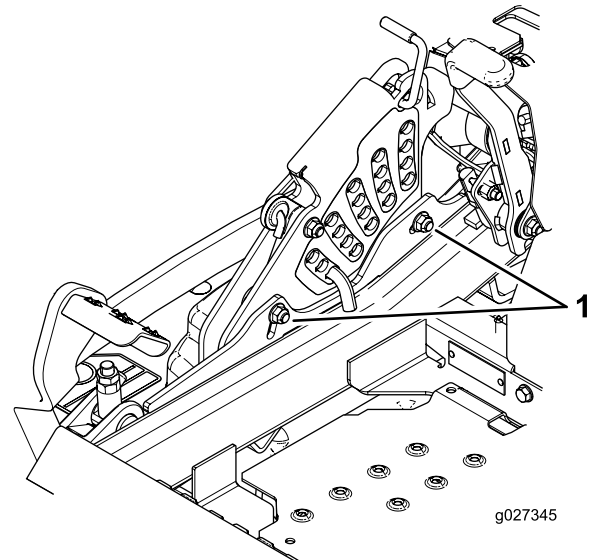

Bild 90
12. Zum Einstellen der zentralen Einstellung lösen Sie die zwei Schrauben unten an der Schnitthöhenplatte. Siehe Bild 90.
14. Ziehen Sie die zwei Schrauben unten an der Schnitthöhenplatte an (Bild 90). Ziehen Sie sie auf 37-45 N-m an.